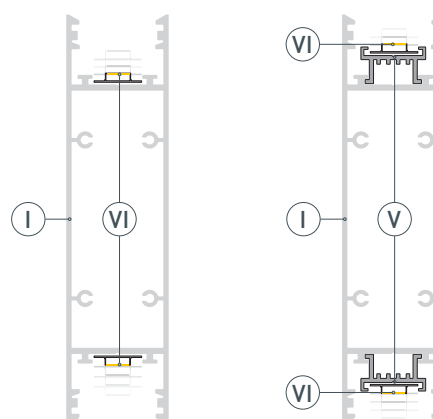

Рис. 2. Профиль с основанием для ленты
- 2** / Установите в профиль Ⓘ светодиодные ленты Ⓦ на нижнюю и верхнюю площадки для лент. В случае установки профиля с асимметричным экраном необходимо установить основания для лент Ⓥ, как показано на рис. 2.